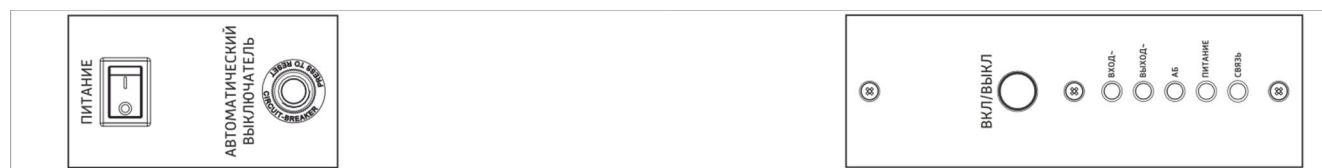

Рис.5. Внешний вид передней панели.
- 4.4. Расположение органов управления на передней панели представлено на рисунке Рис.5.